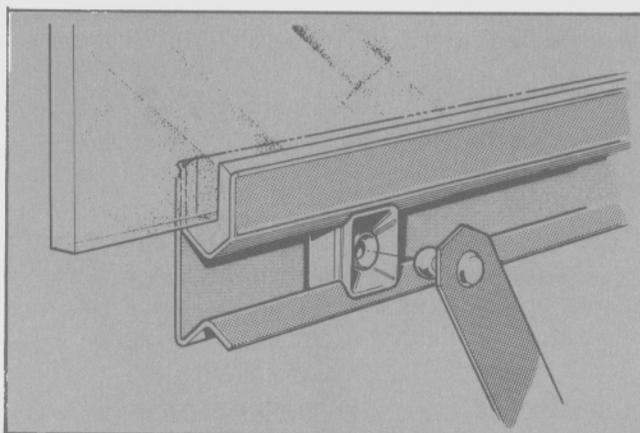

Fig. 55 - Retén de conexión del cristal al brazo.
- Separar el retén (Fig. 55).
- Conectar el retén de conexión del brazo del mecanismo, haciendo presión sobre su alojamiento (Fig. 55).